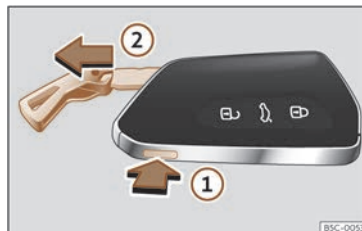

Fig. 76 Chave do vehículo: extraer o espadín.
- Se preme unha vez o botón » **fig. 76 ①** desbloquéase o espadín e aparece unha argola a modo de chaveiro.
- Manteña premido o botón **①** e ao mesmo tempo tire da argola na dirección da frecha » **fig. 76 ②** para extraer completamente o espadín.